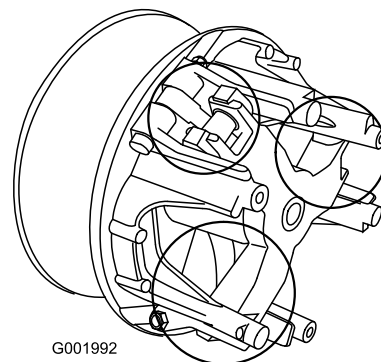

図 60
5. 図 60 でで○で囲んで表示している部分の可動部に Toro ドライ潤滑剤 (Toro 代理店で購入可能) をスプレーする。